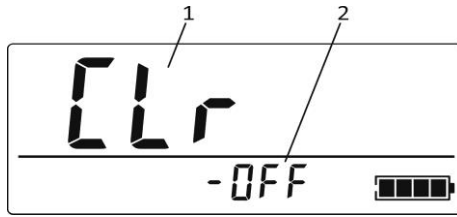

Рисунок 2.29 – РКІ дозиметра
2.3.6.8.4.1 Для переходу у підрежим обнулення накопиченої АЕД, часу накопичення АЕД та історії накопичення АЕД необхідно натиснути UNITS/CLEAR і утримувати (близько 4 с) до відображення на РКІ символів «CLr» (1) (рис. 2.29). Після цього необхідно відпустити UNITS/CLEAR.